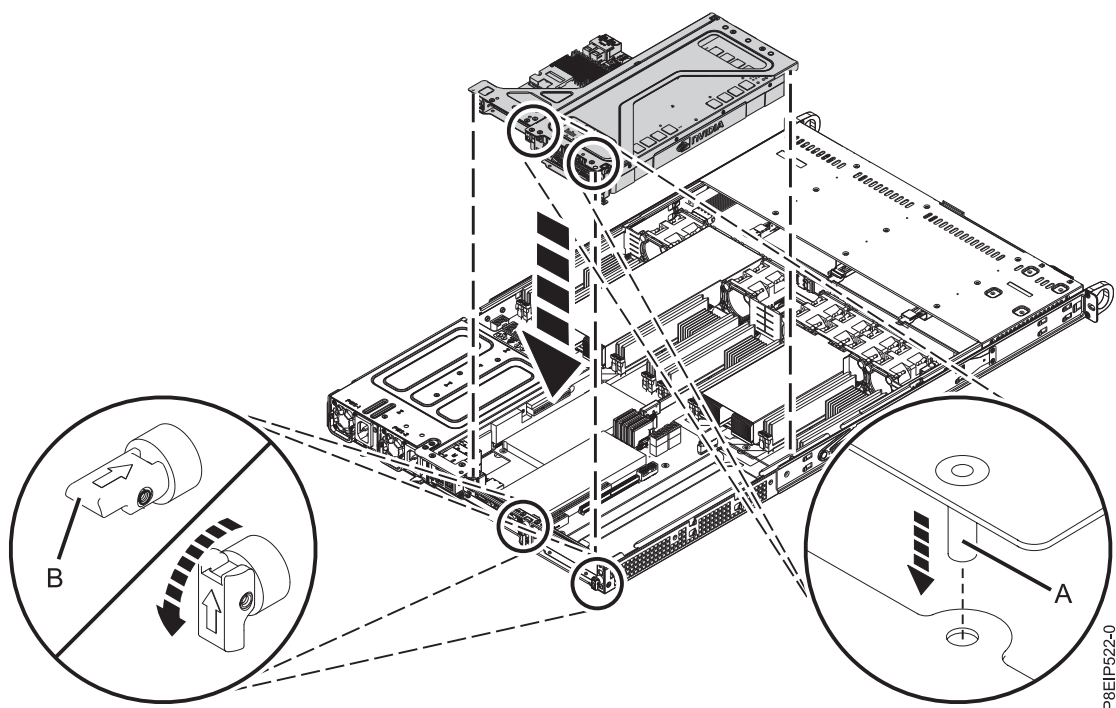

Figura 17. Substituindo o riser PCIe
6. Coloque o riser do adaptador PCIe e as placas que ele contém no painel traseiro do sistema conforme mostrado na Figura 17 na página 19.
- a. Assegure-se de que os pinos de liberação do suporte do PCIe (B) sejam retraídos, para que as setas apontem para o sistema.
- b. Use os pinos de alinhamento (A) e os slots para ajudar a inserir adequadamente as placas riser e substituir a tampa